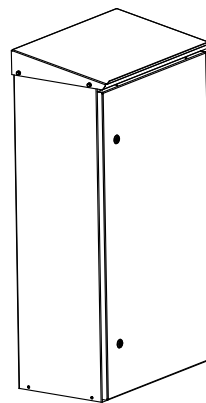

Рис.7
5.7 Общий вид ящика релейной защиты и автоматики, рис.7